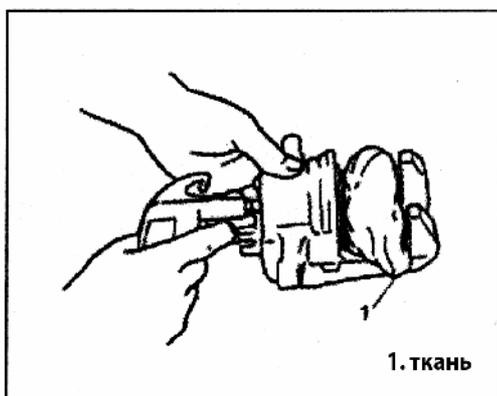

Рис. 645
- 1) Подайте сжатый воздух в камеру через отверстие для шланга и вытолкните поршень наружу (Рис. 645).